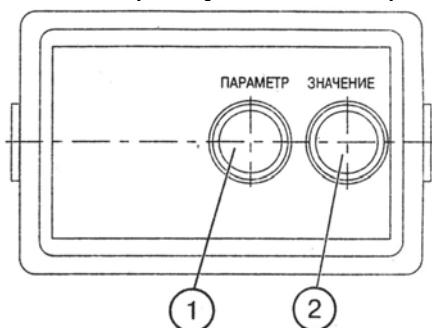

Рис. 2. Пульт управления (A3):
- при остановленном тракторе после установки выключателя стартера и приборов в положение “I” на дисплее (7) появляется индикация (5) наработки двигателя в часах;
- при движении трактора на дисплее (7) появляется индикация (6) скорости движения трактора (км/ч), при этом индикация (5) исчезает. Электрический сигнал скорости движения поступает от датчиков скорости, установленных на крышке заднего моста (BV1, BV2). Показания скорости осуществляются по сигналу с датчика, установленного на шестерне конечной передачи колеса, вращающегося с меньшей частотой. Расчетная скорость выше действительной, т.к. не учитывается буксование трактора;
- после запуска двигателя стрелочный указатель (8) перемещается по круговой шкале (1) для индикации частоты вращения коленчатого вала двигателя. Одновременно на дисплее (4) появляется индикация частоты вращения ВОМ (об/мин) Шкала (3) - для ВОМ I и шкала (2) - для ВОМ II. Электрический сигнал частоты вращения подается с фазной обмотки генератора.
1.2 Пульт управления тахоспидометром (рис. 2)
- нажмите кнопку (1) для входа в режим программирования (рис. 2).
- нажмите кнопку (1) пульта и выведите поочередно на дисплей (3) тахоспидометра (4) «Z» и «R»;
- нажмите кнопку (2) пульта и установите значение числа зубьев (Z) согласно таблице 1 и значение Rk согласно таблице 2: